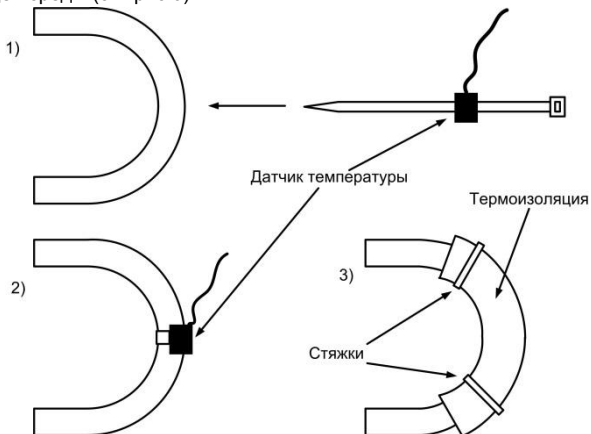

Рис.6. Установка датчика температуры
5. С помощью термоизоляции заизолировать место установки датчика температуры от окружающей среды (см. рис.6).